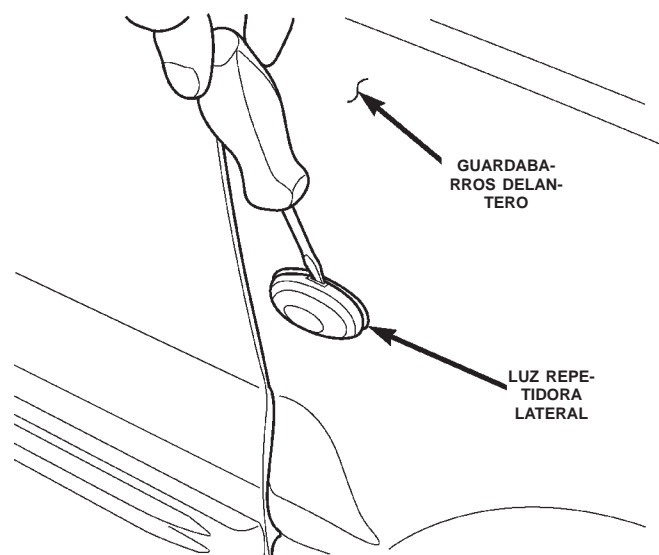

Fig. 8 Desmontaje de la luz repetidora lateral
(1) Con una herramienta de palanca de hoja plana, oprima suavemente el collarín de retención de plástico superior (Fig. 8) y saque la luz repetidora lateral del guardabarros delantero.